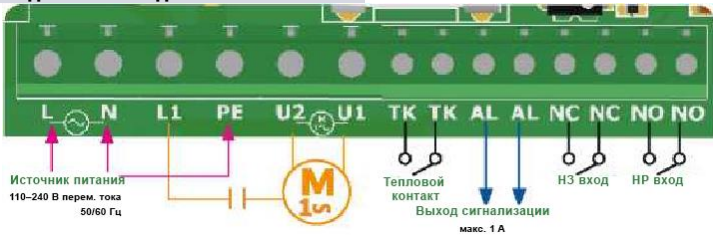

Рис. 2 Триммер мин. скорости
5. Установите минимальную скорость с помощью соответствующего малого триммера. См. Рис. 2 Триммер минимальной скорости Заводская настройка составляет 45% напряжения питания.
8. Отрегулируйте минимальную скорость с помощью малого триммера (при необходимости). См. Рис. 2 Триммер минимальной скорости